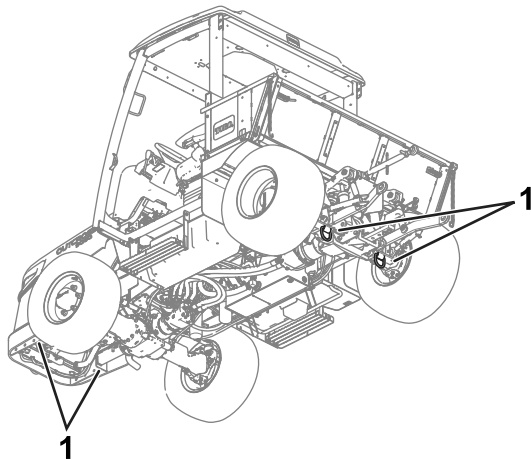

Bild 65
- Verwenden Sie die Vergurtungsstellen an der Maschine (Bild 65), um die Maschine sicher zu befestigen.